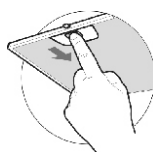

рис. 4
8.3 Для очистки алюминиевого фильтра извлеките его из вытяжки (рис.4) и произведите очистку с помощью щетки горячим водным раствором моющего средства вручную или в посудомоечной машине при (60°C). Сильно загрязненный фильтр не следует мыть в посудомоечной машине. Старайтесь не сгибать фильтр при мойке. Возможное изменение цвета фильтра, с течением времени, не приводит к снижению эффективности его действия.
- перед установкой вытяжки снимите алюминиевый фильтр, для этого нажмите на пружинный замок на фильтре и потяните фильтр вниз и на себя (рис. 4);